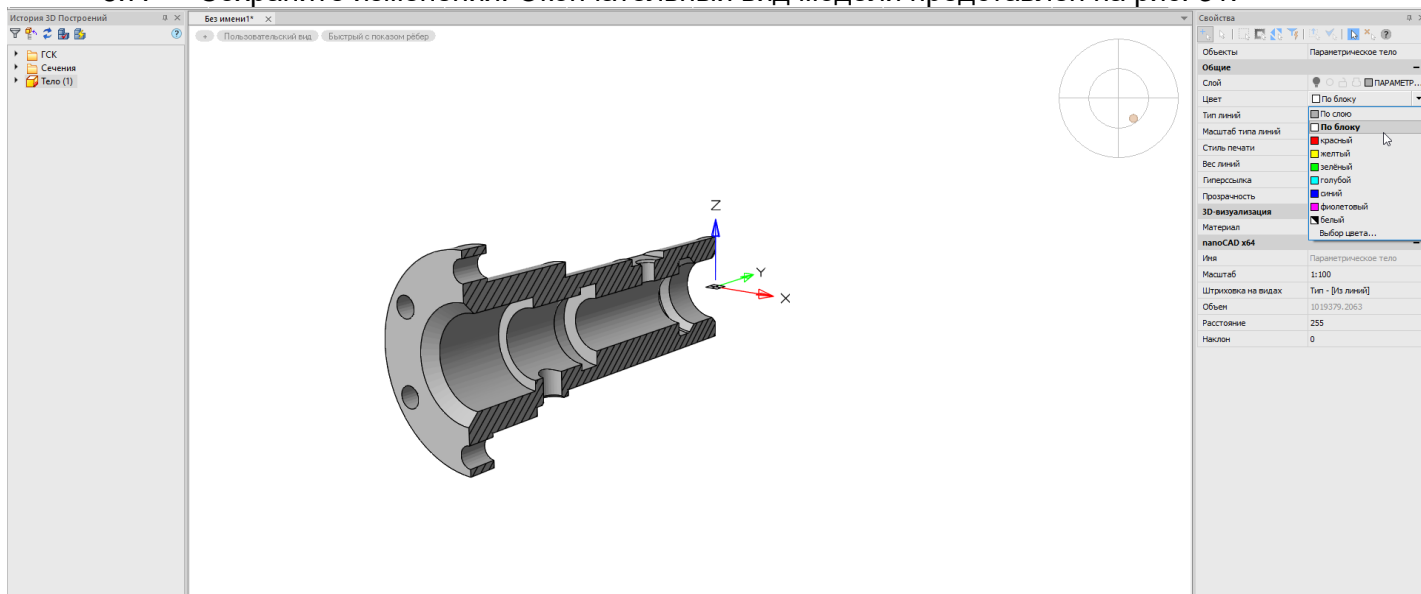

Рис. 31. Окончательный вид модели
8.7. Сохраните изменения. Окончательный вид модели представлен на рис. 31.